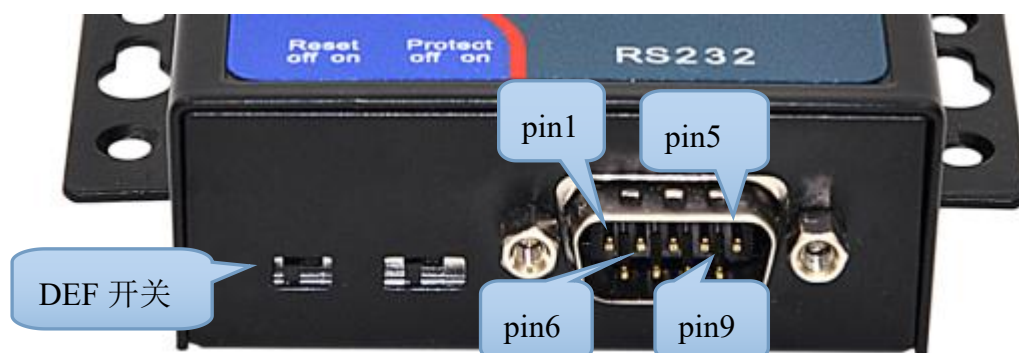

图 6 RS232 接口和拨码
4. **RS232**: 采用 DB9 公头, RS232 的针顺序如图 6 所示。
- 复位开关：**又称为 DEF 开关，如图 6 所示。当 DEF 开关为 On 状态（图 6 右边为 On 状态）时，串口服务器启动时将加载默认的参数，拨到 On 状态 5 秒将会使用默认参数重启。默认参数只会影响如下参数：IP 模式改为静态，IP 地址改为 192.168.1.254，子网掩码改为 255.255.255.0，网关为 192.168.1.1。其它波特率等参数不会复位，如需所有参数复位，请使用 ZLVircom 配置工具的“系统默认参数”进行修改。DEF 开关主要用于在忘记 IP 的时候，方便在浏览器中输入 192.168.1.254 对设备重新进行配置。Protect 开关为预留后续使用。